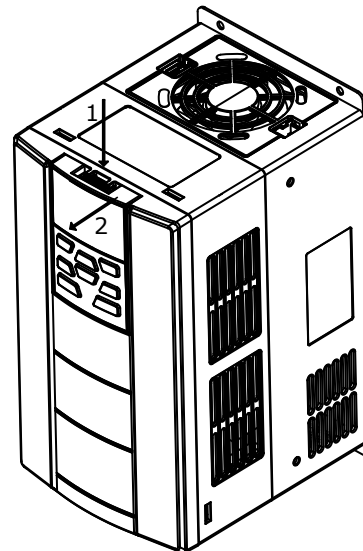

Рисунок 2.4 — Снятие панели управления
2.2.10.1 Снятие панели управления производится в следующей последовательности (см. рисунок 2.4):